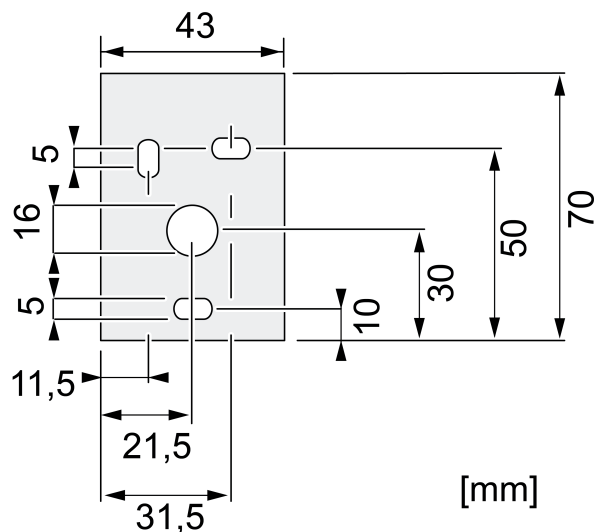

Bild 8: Fästarm – mått för borrhål
- Vägghmontering: fäst fästarmen på väggen med lämpliga skruvar genom borrhålen (bild 8).
- Fäst den sjupoliga kontakten på anslutningen (7). Dra åt den gängade ringen med max. 0,5 Nm.